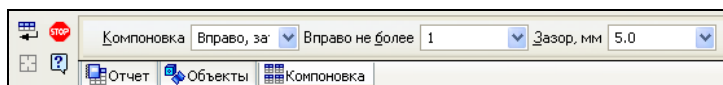

Рис. 9.20. Панель свойств команды **Создать отчет** на вкладке **Компоновка**
- ♦ откройте вкладку **Компоновка** (рис. 9.20). На этой вкладке вы можете выбрать способ расположения таблиц, раскрыв список **Компоновка**, задать величину зазоров в поле **Зазор, мм**;